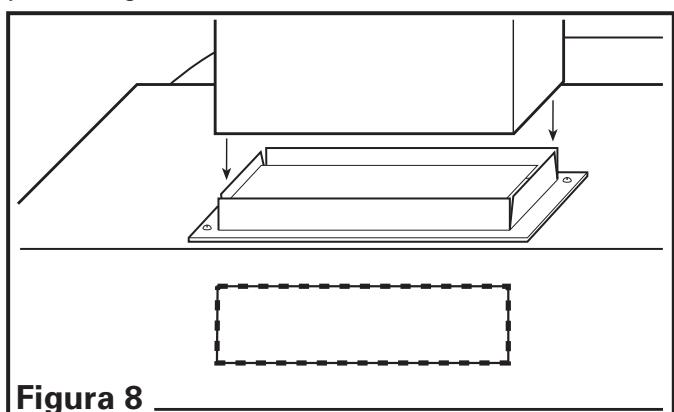

Figura 8
- Conecte el tubo al collar para tubos y regulador de tiro de la campana. Asegure en su lugar usando cinta para sellar todas las juntas (**Figura 8**).